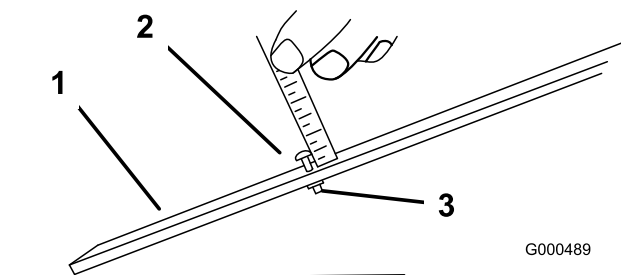

Bild 49
3. Lösen Sie die Mutter an der Messlehre (Bild 49) und stellen Sie die Einstellschraube auf die gewünschte Schnitthöhe ein. Der Abstand zwischen dem unteren Ende des Schraubenkopfs und der Stirnseite der Messlehre ist die Schnitthöhe.